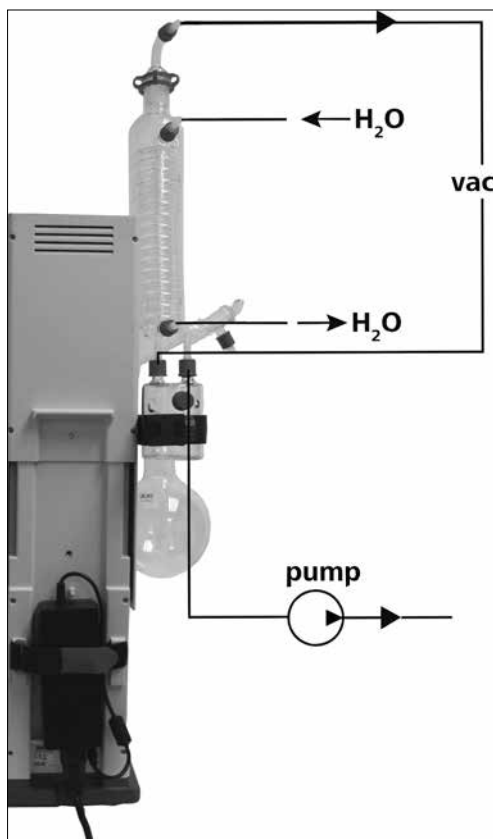

Fig. 20
- 逆流原理に従って、水ホース (H_2O) をクーラー に接続します (Fig. 20)。